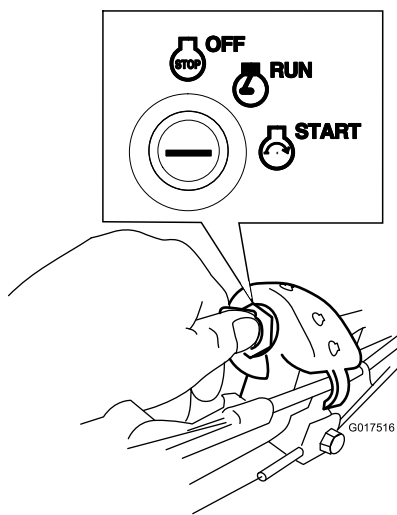

Figura 18
- **Chiave di accensione:** girate la chiave di accensione e mantenetela in posizione di avviamento (Figura 18); rilasciatela quando il motore si avvia.
1. Girate la chiave di accensione in posizione di FUNZIONAMENTO (Figura 18).